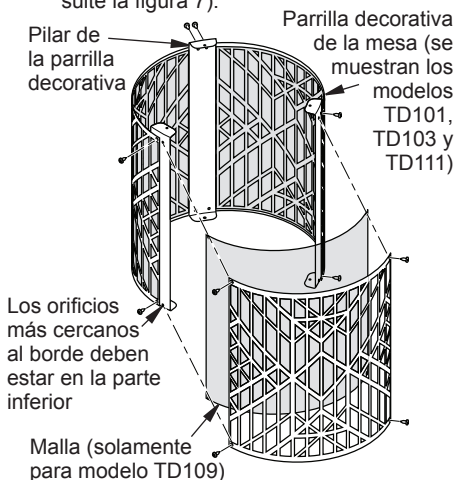

Figura 6 - Conjunto de parrilla decorativa y pilar de parrilla
12. Solamente para modelo TD109: Coloque 3 mallas alrededor de los pilares de la parrilla. Todos los modelos: Coloque las 3 piezas de la parrilla decorativa alrededor de los pilares de la parrilla. Fijelas a los pilares de las mismas con 4 tornillos (C) por cada parrilla, como se muestra en la figura 6.